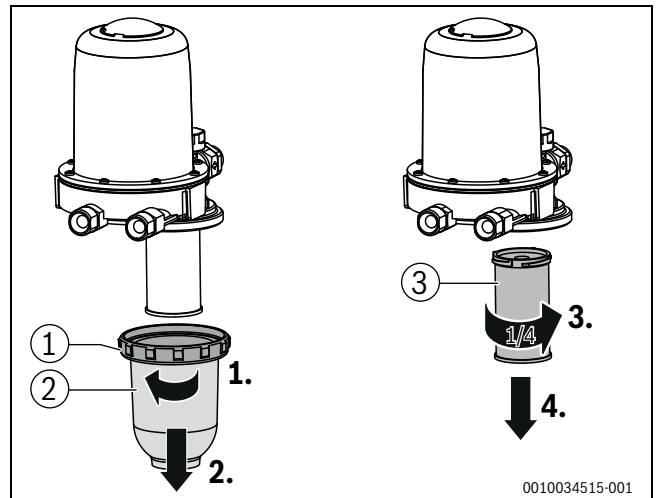

Bild 78 Filtertasse entfernen
- ▶ Überwurfmutter (→Bild 78[1]) entfernen.
- ▶ Filtertasse (→Bild 78, [2]) abnehmen.
- ▶ Ölfiltereinsatz (→Bild 78, [3] mit einer Viertel-Umdrehung gegen den Uhrzeigersinn lösen.
- ▶ Ölfiltereinsatz (→Bild 78, [3]) ansetzen und mit einer Viertel-Umdrehung im Uhrzeigersinn befestigen.
- ▶ Filtertasse mit Überwurfmutter (→Bild 78, [1] und [2]) montieren.